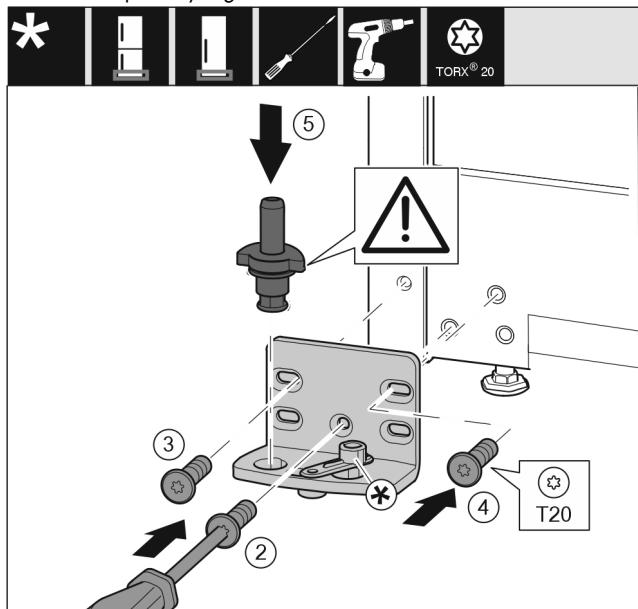

Fig. 43 *
- ▶ Установите опорный кронштейн с другой стороны и прикрутите с помощью отвертки. Начиная с винта Fig. 43 (2) снизу в центре.*
- ▶ Затяните винт Fig. 43 (3) и винт Fig. 43 (4).*
- ▶ Снова установите опорный палец Fig. 43 (5) в сборе. При этом проследите за тем, чтобы выступ фиксатора был направлен назад.*